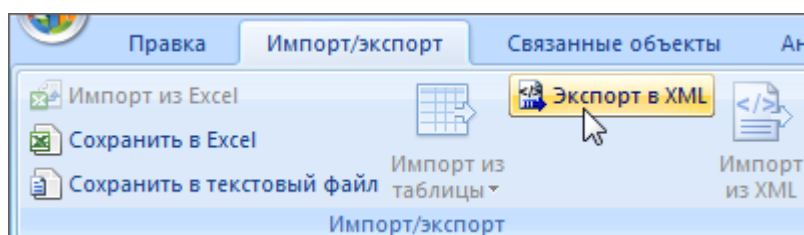

Рис. 13-501 – Импорт наработки из XML файла
11) Если в окне импорта данных не указано соответствие для ключевых полей, импорт не выполняется и выводится сообщение об ошибке (рис. 13-501). В этом случае нужно повторить импорт, указав правильное соответствие для ключевого поля.